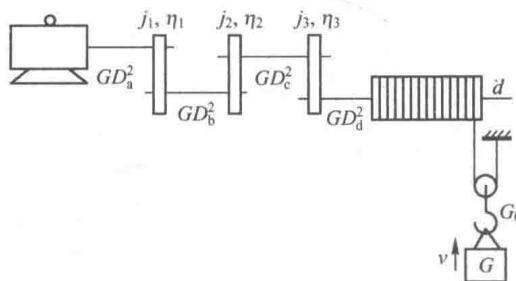

图 2-3 某起重电力拖动系统示意图
【例 2-3】 某起重电力拖动系统如图 2-3 所示。电动机 $P_N = 20 \text{ kW}$, $n_N = 950 \text{ r/min}$, 传动机构转速比 $j_1 = 3$, $j_2 = 3.5$, $j_3 = 4$, 各级齿轮传递效率 $\eta_{c1} = \eta_{c2} = \eta_{c3} = 0.95$, 各轴上的飞轮矩 $GD_a^2 = 123 \text{ N} \cdot \text{m}^2$, $GD_b^2 = 49 \text{ N} \cdot \text{m}^2$, $GD_c^2 = 40 \text{ N} \cdot \text{m}^2$, $GD_d^2 = 465 \text{ N} \cdot \text{m}^2$, 卷筒直径 $d = 0.6 \text{ m}$, 吊钩重 $G_0 = 1962 \text{ N}$, 被吊重 $G = 49650 \text{ N}$, 忽略电动机空载转矩, 忽略钢丝绳重量, 忽略滑轮传递的损耗, 求: (1) 以速度 $v = 0.3 \text{ m/s}$ 提升重物时, 负载 (重物及吊钩) 转矩、卷筒转速、电动机输出转矩及电动机转速; (2) 负载及系统的飞轮矩 (折算到电动机轴上); (3) 以加速度 $\alpha = 0.1 \text{ m/s}^2$ 提升重物时, 电动机输出的转矩。